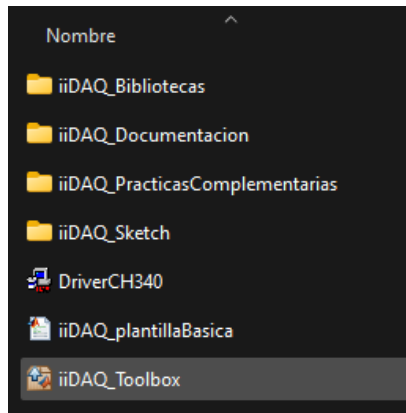

Figura 3.9: Archivo iiDAQ Toolbox en la carpeta de proyecto.
2. En la carpeta del proyecto, dar doble clic al archivo con extensión *.mltbx* llamado *iiDAQ_Toolbox*. (Figura 3.9)